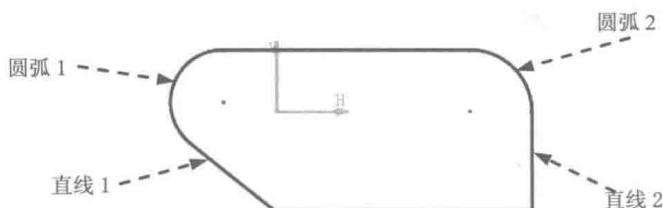

图 1.3 添加相切约束
Step3. 添加图 1.3 所示的直线 1 和圆弧 1 的相切约束、直线 2 和圆弧 2 的相切约束。